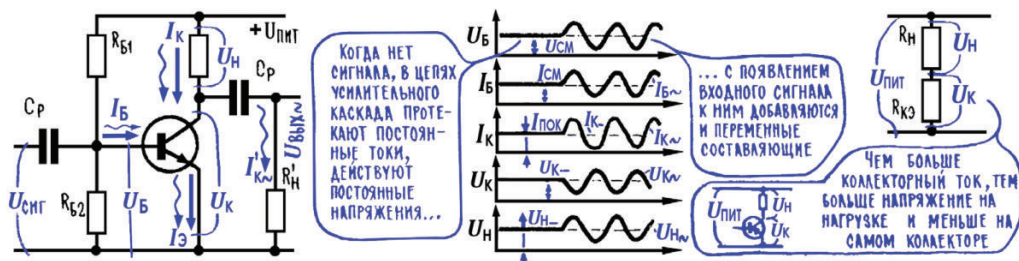

Рис. 10.4. Включение транзистора для усиления переменного сигнала
Точно подобрав величину начального смещения, можно попробовать установить такой режим транзистора, при котором, по крайней мере, не будут «отрезаться» куски сигнала и не будет связанных с этим огромных нелинейных искажений. Однако же неизбежной платой за неискаженный сигнал станет некоторый напрасный расход энергии батареи, в частности начальный ток смещения $I_{см}$, а вместе с ним постоянный ток в коллекторной цепи – ток покоя $I_{пок}$ – будут потреблять энергию даже в том случае, когда сигнала нет («молчание перед микрофоном»; рис. 10.4).
7. Меняющийся коллекторный ток создает на нагрузке меняющееся напряжение. Коллекторный ток, по сути дела, есть сумма переменной составляющей $I_{к-}$ и постоянной $I_{к+}$, которая при отсутствии сигнала равна току покоя $I_{пок}$ (рис. 10.4). Ток покоя появился в коллекторной цепи под действием постоянного смещения на базе $U_{см}$, а переменная составляющая – под действием орудующего на базе сигнала $U_{сиг}$. В случае необходимости переменную составляющую коллекторного тока, точнее часть ее, можно отделить, ответвить в сторону с помощью простейшего RC-фильтра (гл. 6; 17) и получить таким образом усиленный сигнал $U_{вых}$ в чистом виде.